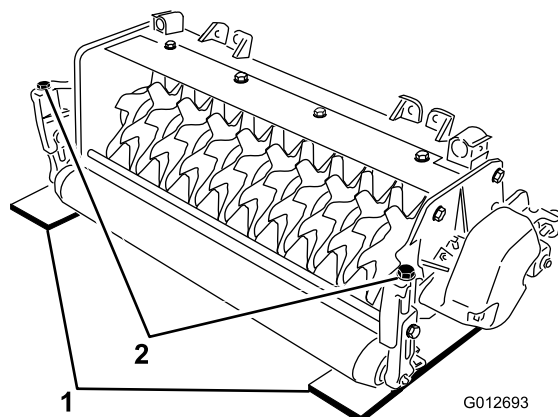

Рисунок 4
2. Разместите две измерительные планки, соответствующие желаемой глубине проникновения ножа, под передним и задним роликами барабана вертикуттера (на каждом краю барабана) (Рисунок 4).
3. Поверните регулировочный болт на каждом кронштейне высоты скашивания (Рисунок 4) таким образом, чтобы ножи барабана касались горизонтальной поверхности по обоим краям.